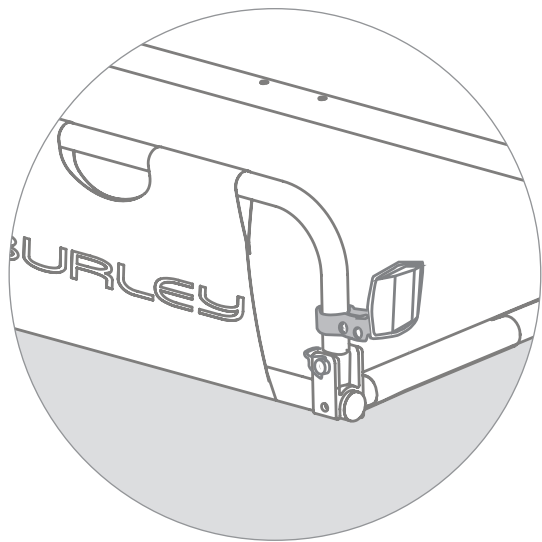

Figure 4
1. Mount clear reflectors/brackets horizontally on front corners of side panel rail tubes (Figure 4).
1. Die durchsichtigen Reflektoren/Klammern horizontal an den vorderen Ecken der Rohre der Seitenwände anbringen (Abb. 4).
1. Montez les supports / réflecteurs transparents horizontalement, sur les coins avant des tubes du rail du panneau latéral (Figure 4).